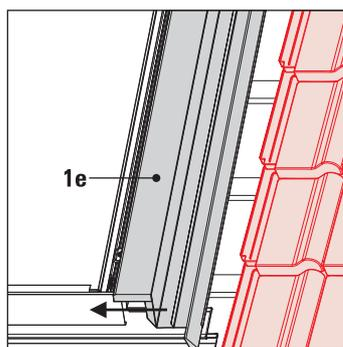

Fig. 3-45 Étape 5
- Introduire la pièce latérale droite (1e) dans le panneau pare-vue et la fixer sur le profilé du capteur solaire. Enclencher la pièce latérale droite (1e) en appuyant en direction du toit et la poussant simultanément en direction du capteur plan et la positionner (fig. 3-45).